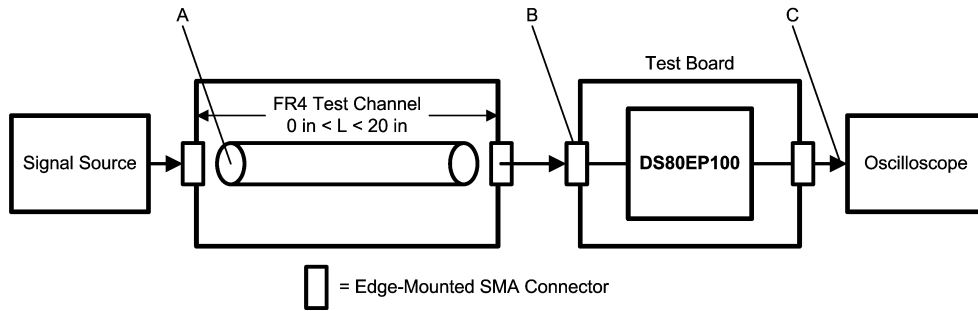

FIGURE 1. Transient Test Setup Diagram
- Note 3:** 伝送ラインへの入力時に測定される、イコライザへの差動信号です。Figure 1 の A を参照してください。伝送ラインは $Z_0 = 100 \Omega$ 、6 ミルの、FR4 素材中のマイクロストリップです。
- Note 4:** 確定的ジッタは、差動出力 (Figure 1 の C) で測定し、テスト・チャネル (Figure 1 の A) の前の確定的ジッタを差し引きます。テスト・パターン: PRBS- 7